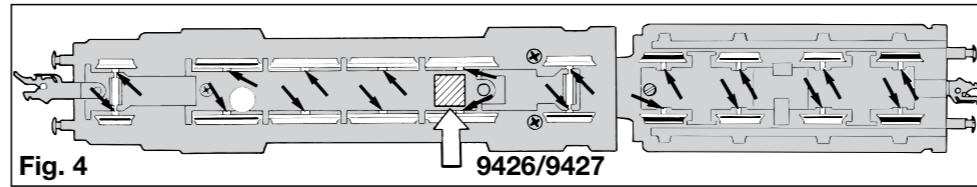

Fig. 4
An der markierten Stelle kann der **Schaltmagnet 9426**, neu: 942601/9427, neu: 942701 eingebaut werden (Fig. 4).
**Ölen:** Geölt wird das Getriebe nur an den gekennzeichneten Schmierstellen (Fig. 4, 6).
The indicated point can be used for locating the **switching magnet 9426**, new: 942601/9427, new: 942701 (fig. 4).
**Lubrication:** The gear box needs only be lightly oiled at the bearing points marked (fig. 4, 6). Only use **FLEISCHMANN oil 6599**. Only put a tiny drop in each place (→), otherwise it will be overoiled. An applicator needle is located in the cap of the oil bottle for your use. **Under no circumstances should the motor be oiled! Motor is maintenance-free!**
L'aimant permanent **9426**, nouveau : 942601/9427, nouveau : 942701 peut être monté à l'endroit indiqué (fig. 4).
**Graissage:** Les engrenages doivent être huilés uniquement aux endroits indiqués (fig. 4, 6). N'utilisez que l'huile recommandée **FLEISCHMANN 6599**. Une seule goutte par point à lubrifier (→) afin d'éviter tout excès. L'aiguille montée dans le bouchon du petit flacon convient parfaitement à cet usage. **Ne jamais lubrifier le moteur ! Moteur sans entretien !**